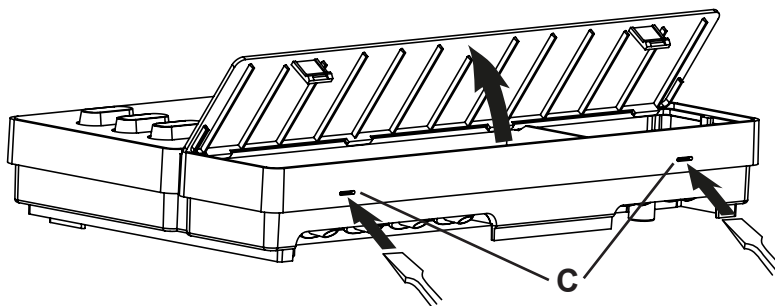

Fig.2 Retrait du couvercle du boîtier
2. Appuyez légèrement dans les fermetures à déclic **C** avec un tournevis et retirez le couvercle du boîtier (voir **Fig.2**).